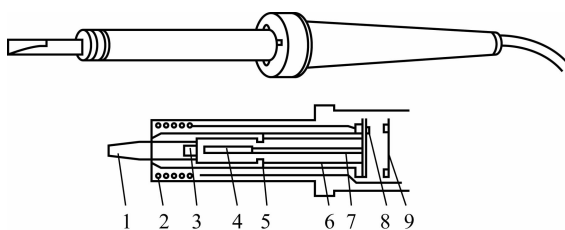

图 3-14 恒温电烙铁的外形及结构
(3) 恒温电烙铁。恒温电烙铁的外形及结构如图 3-14 所示。它是借助于电烙铁内部的磁控开关自动控制通电时间而达到控温的目的,这种磁控开关是利用软金属被加热到一定温度而失去磁性作为切断电源的控制信号。电烙铁通电时,软金属块具有磁性,发热器通电升温。当烙铁头温度升到一定值时,软金属去磁,发热器断电,电烙铁温度下降。当温度降到一定值时,软金属恢复磁性,发热器电路又被接通。如此断续通电,可以把烙铁温度控制在一定范围之内。